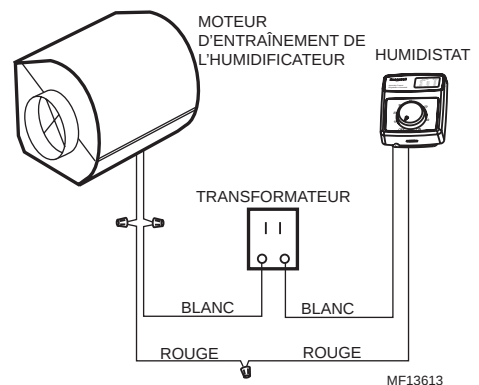

Fig. 51. Schéma de raccordement.
7. Consulter le schéma de raccordement à la figure 51.
- ❑ Le raccordement électrique est conforme au schéma (figure 51).